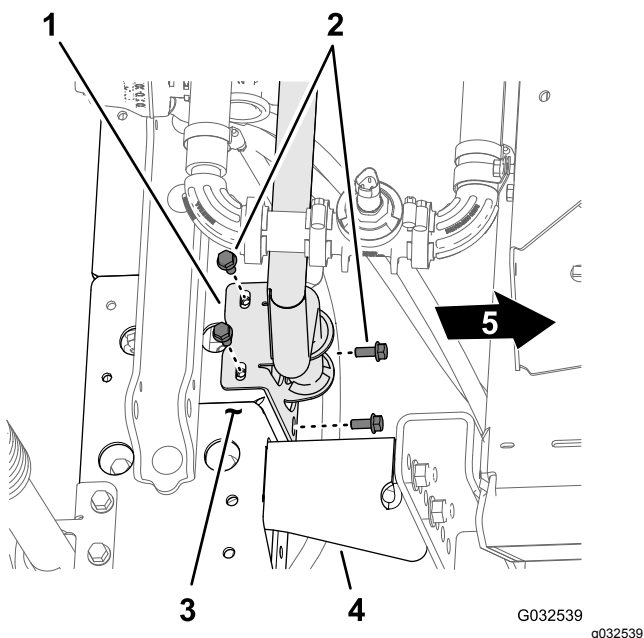
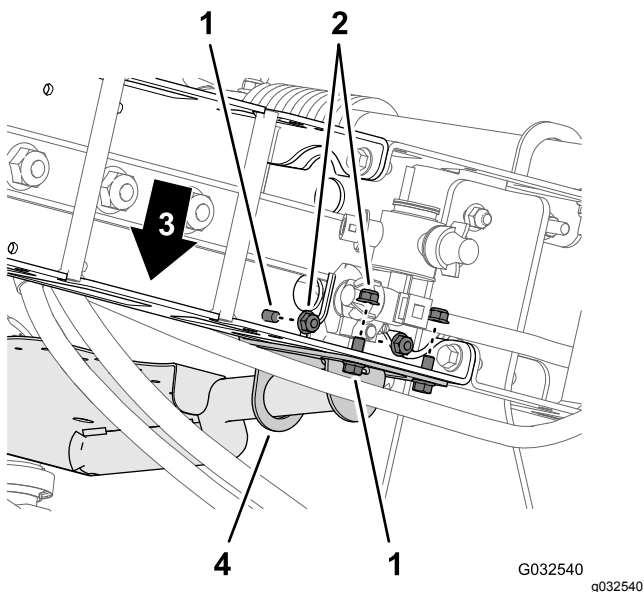

図 62
図 63
2. バルブマウントの取り付けブラケットの穴を、センターブームのトラスフレームの穴に合わせる 図 62。
3. バルブマウントをトラスフレームに固定する図 62 と図 63 ボルト5/16" x 3/4" 4本とフランジロックナット5/16" 4個を使用する。